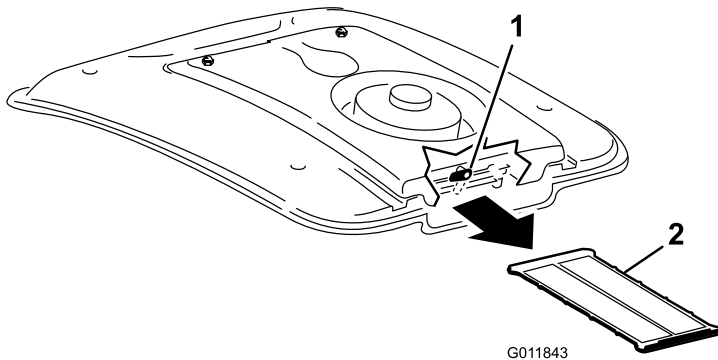

Figura 74
2. Na parte posterior da montagem da ventoinha, rode o trinco para o lado (Figura 74).
3. Deslize o filtro A/C da parte inferior da serpentina do ar condicionado (Figura 74).
4. Limpe cuidadosamente o filtro com ar comprimido (Figura 74).